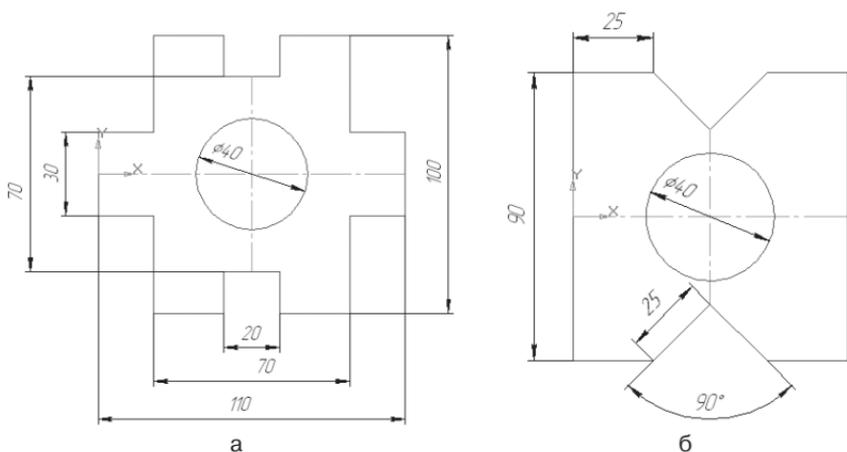

Рис. 50. Задание для самостоятельной работы
1. Откройте документ **Фрагмент** и постройте чертёж плоской детали простейшими командами с применением привязок (рис. 50).